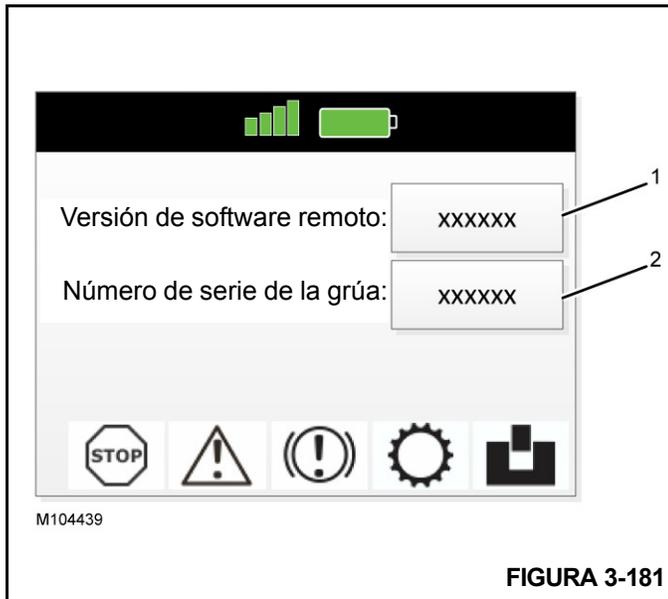

FIGURA 3-181
1. Pulse el botón de opción **OPT** en el control remoto (consulte Figura 3-180) tantas veces como sea necesario para obtener acceso a la vista del accionador de almacenamiento de la extensión de pluma trasera (2). Consulte Figura 3-181.
Vea la Figura 3-181.